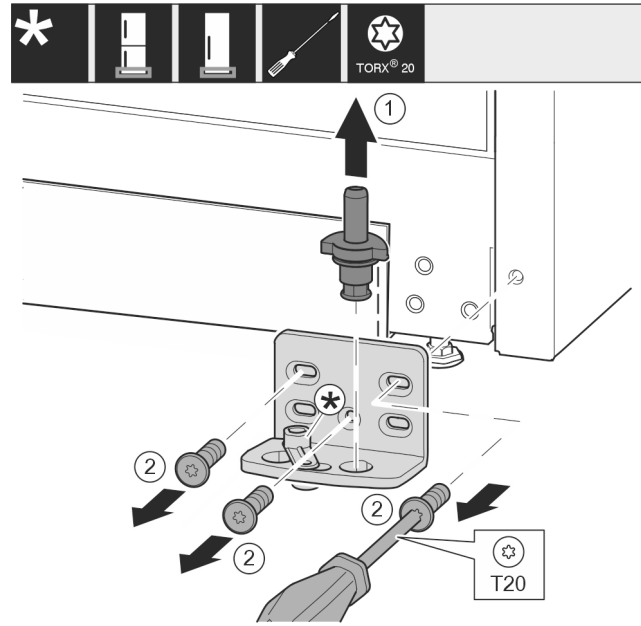

Fig. 8
- ▶ Lagerbolzen komplett nach oben herausziehen. Fig. 8 (1)
- ▶ Schrauben mit Schraubendreher T20 herausdrehen und Lagerbock abnehmen. Fig. 8 (2)